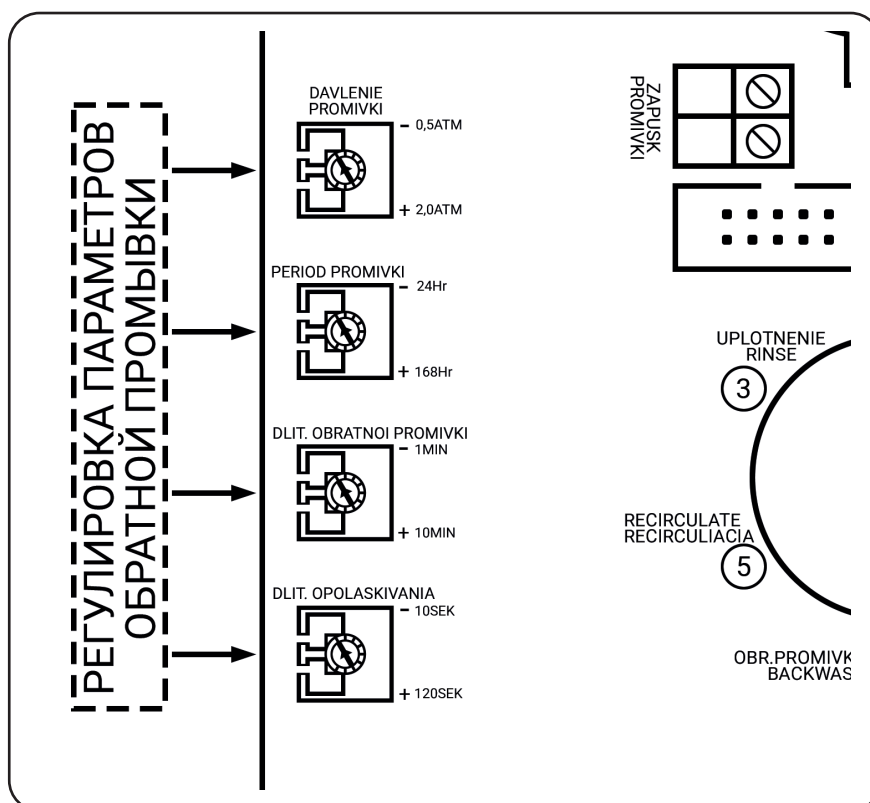

Рисунок 72. Режим работы AUTOCLEAN S-Light через шину RS-485.
- Клемму **A (21)** клеммника **RS485** блока AUTOCLEAN S-Light необходимо подключить к клемме **A (11)** клеммника **MODBUS MASTER** Установки.
- Клемму **B (22)** клеммника **RS485** блока AUTOCLEAN S-Light необходимо подключить к клемме **B (12)** клеммника **MODBUS MASTER** Установки.
- На блоке AUTOCLEAN S-Light необходимо перевести все перестроечные сопротивления в крайнее левое положение (см. рис.72).